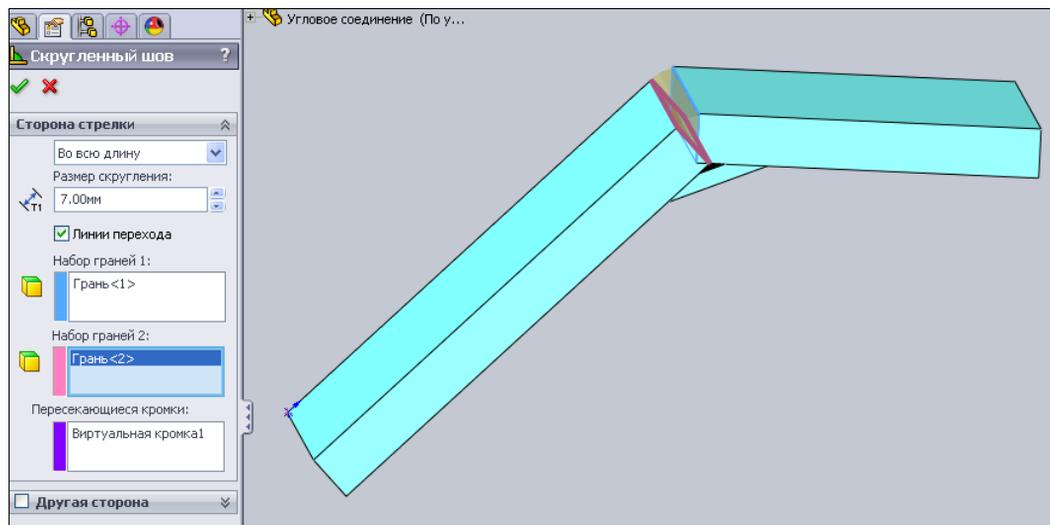

Рис. 5.52
12. Теперь переверните деталь, чтобы построить сварной шов на тыльной стороне детали, и вновь воспользуйтесь командой  — **Скругленный шов**. Установите параметры так, как показано на рис. 5.52.